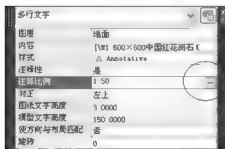

图 4.90 快捷特性面板
(1) 单击状态栏上的【快捷特性】按钮，在无命令时单击前面所标注的文字，会自动弹出快捷特性面板。
(2) 如图 4.90 所示，单击【注释比例】文本框右侧的省略号按钮。